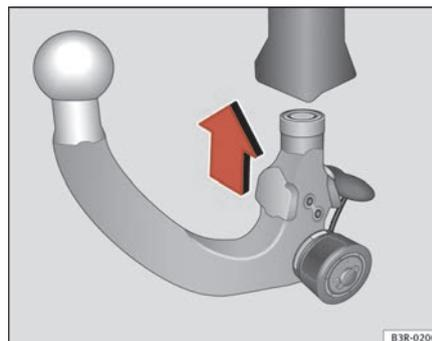

Fig. 153 Dispositif d'attelage amovible : mise en place de la boule d'attelage
- Introduisez la boule d'attelage précontrainte dans le tube de fixation et poussez-la vers le haut ⇒ page 202, fig. 153, dans le sens de la flèche ⇒ ⚠. Le processus de blocage s'effectue automatiquement. À ce moment, le clipsage doit être nettement audible.